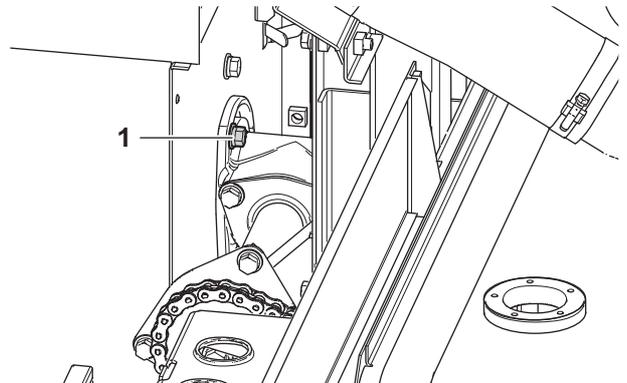

図 2-22
15. コンベア (バケット仕組下部の駆動部とコンベア (バケット仕組ケースをボルト M8×16 (1) (1本) で組み付けます。(図 2-22)